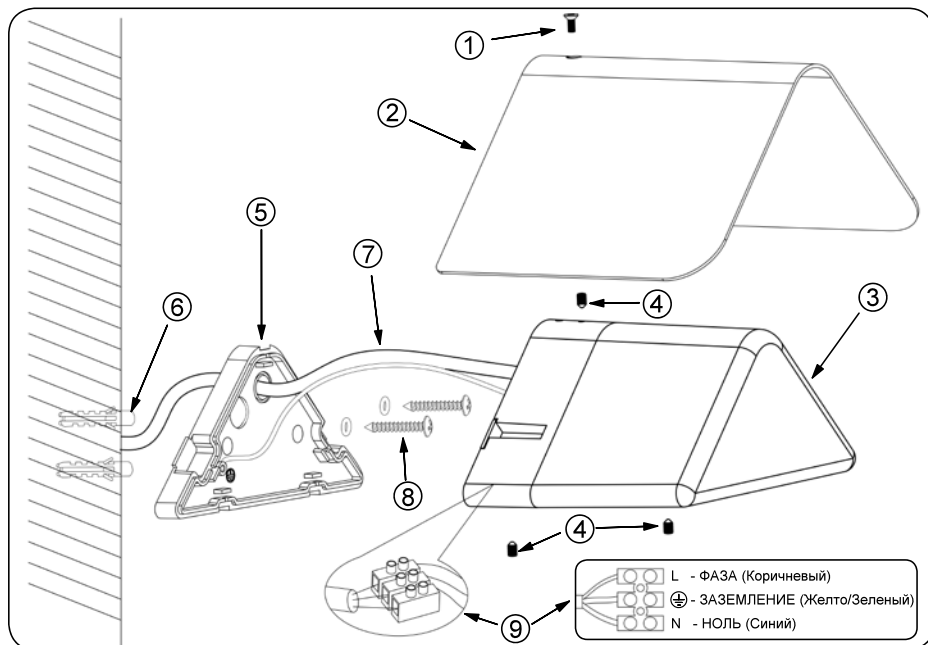
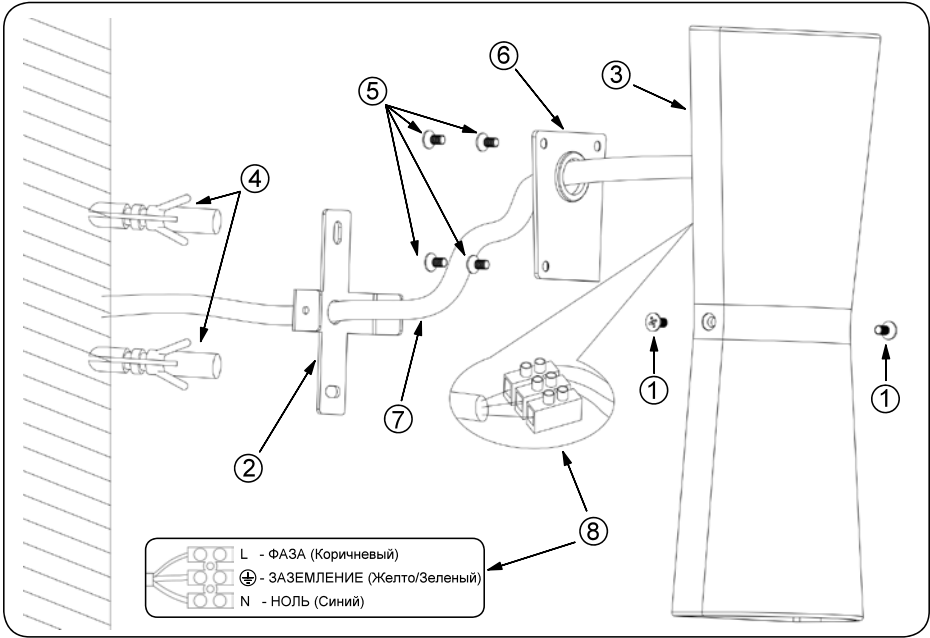

Рис.1. Установка светильника LGD-Wall Delta.
Рис.2. Установка светильника LGD-Wall Tub.
- Выкрутите винт ① (см. Рис.1) и отделите козырек ② от светильника ③.
- Выкрутите 3 потайных винта ④ и отделите основание ⑤ от светильника ③.
- Разметьте и просверлите отверстия, вставьте в них пластиковые дюбели ⑥.
- Пропустите кабель электропитания ⑦ от сети ~220 В через отверстие в основании ⑤.
- Закрепите на стене основание ⑤ шурупами ⑧, вкрутив их в пластиковые дюбели ⑥.
- Подключите сетевой кабель ⑦ к клеммной колодке ⑨. Соблюдайте порядок подключения проводов.
- Наденьте светильник ③ на основание ⑤ и закрепите его винтами ④. Перед закручиванием винтов, чтобы предотвратить замыкание проводов, проверьте укладку сетевого кабеля.
- Наденьте на светильник ③ козырек ② и зафиксируйте его винтом ①.
- Выкрутите 2 винта ① (см. Рис.2) и отделите кронштейн ② от светильника ③.
- Разметьте и просверлите отверстия, вставьте в них пластиковые дюбели ④.
- Выкрутите 4 винта ⑤ и откройте крышку ⑥.
- Пропустите кабель электропитания ⑦ от сети ~220 В через отверстие в кронштейне ②.
- Закрепите на стене кронштейн ② шурупами, вкрутив их в пластиковые дюбели ④.
- Пропустите сетевой кабель ⑦ через герметизирующую вставку в крышке ⑥.
- Подключите сетевой кабель ⑦ к клеммной колодке ⑧. Соблюдайте порядок подключения проводов.
- Закройте крышку ⑥ и прикрутите её винтами ⑤.
- Закрепите светильник ③ на кронштейне ② винтами ①. Перед закручиванием винтов, чтобы предотвратить замыкание проводов, проверьте укладку сетевого кабеля.